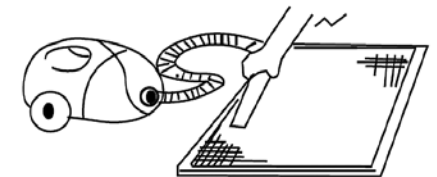

Рис. 1
3. Очистите фильтр с помощью пылесоса. Если фильтр сильно загрязнен, сполосните его водой (Рис. 1, 2).